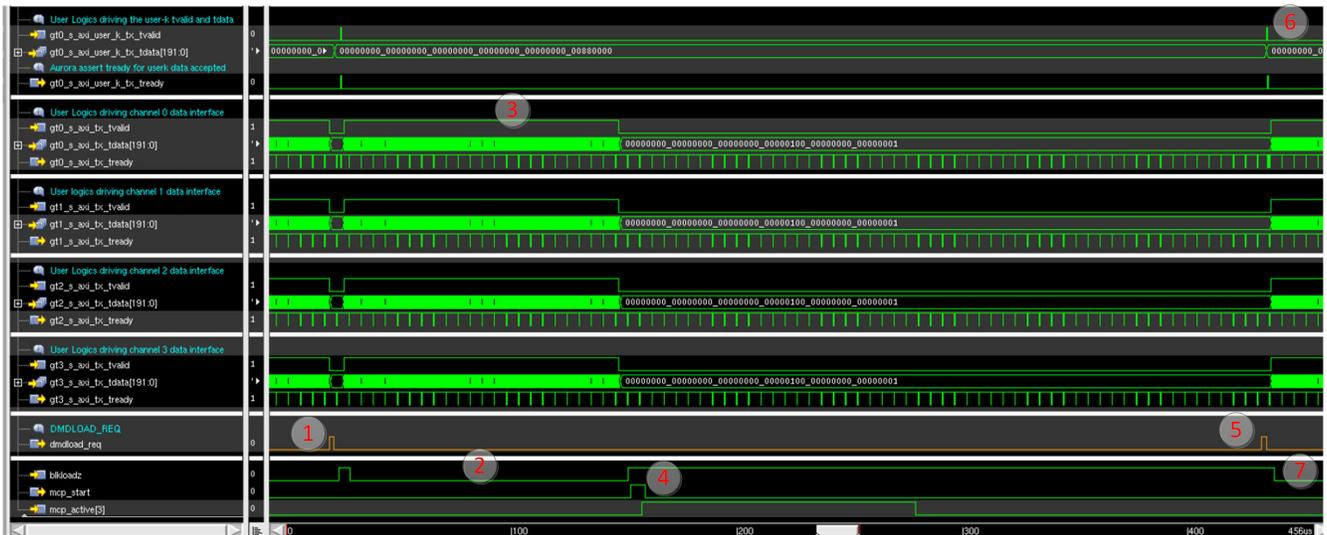

图 4-20. DMDLOAD\_REQ 延迟置为有效波形
- 请参阅图 4-20，了解 Apps FPGA 选择向 DLPC964 发送 DMD 数据块但延迟 DMDLOAD\_REQ 置为有效的情况。